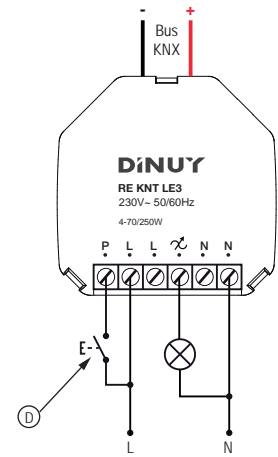

Fig. 2
1) Connect the load and the power supply to the actuator following wiring diagram Fig. 2. The Auxiliary Pushbutton (D) connection is optional. Allows local, or remote, control of the actuator, as configured with the ETS.
1) Conecte la carga y la alimentación al actuador siguiendo el esquema Fig.2. La conexión del Pulsador Auxiliar (D) es opcional. Permite el control local, o remoto, del actuador, según sea configurado con el ETS.